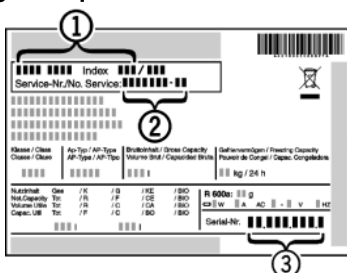

Fig. 22
- ▶ Consulter la désignation de l'appareil Fig. 22 (1), le N° de service Fig. 22 (2) et le N° de série Fig. 22 (3) sur la plaque signalétique. La plaque signalétique se trouve à l'intérieur de l'appareil, sur le côté gauche.